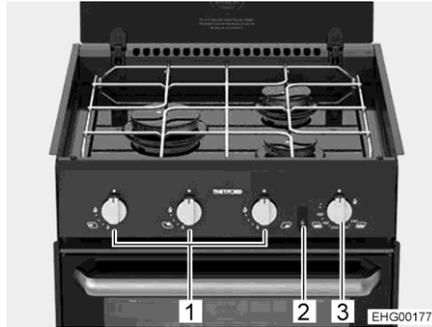
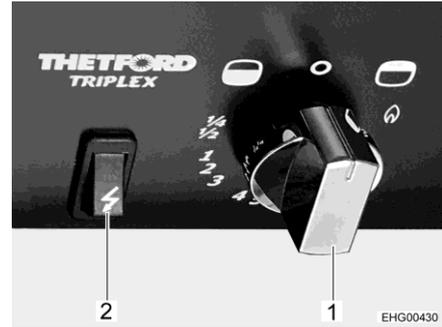

Fig. 170 Cocina con quemadores de cocina de gas
Fig. 171 Elementos de mando (horno de gas con grill)
- Hundir el regulador giratorio (Fig. 170,1) del quemador deseado, girar el mismo a la posición de encendido (llama alta) y mantenerlo hundido hasta que arda la llama (por un máximo de 15 segundos).
- Pulsar y girar el regulador giratorio (Fig. 170,3 y Fig. 171,1) en sentido contrario a las agujas del reloj (en dirección del símbolo de horno "☐"), al ajuste máximo.
- Presionar el regulador giratorio (Fig. 170,3 y Fig. 171,1) y mantenerlo presionado por 5 a 10 segundos. El gas circula hacia el quemador.
- Presionar el interruptor de encendido (Fig. 170,2 y Fig. 171,2) tanto tiempo como sea necesario para que arda la llama.
- Pulsar y girar el regulador giratorio (Fig. 170,3 y Fig. 171,1) en sentido de las agujas del reloj (en dirección del símbolo de grill "☐"), al símbolo de llama.
- Girar el regulador giratorio (Fig. 171,1) a "0". La llama se apaga.